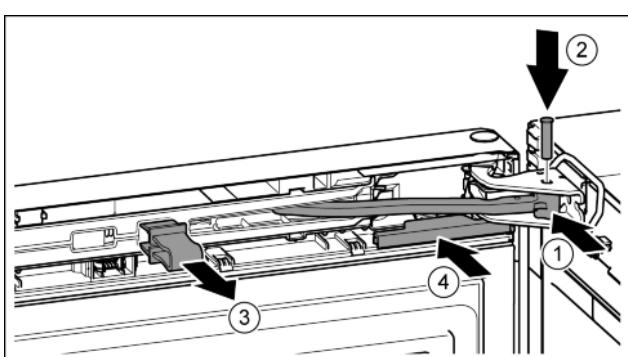

Fig. 25
- ▶ Завъртете шарнира в лагерната стойка. Fig. 25 (1)
- ▶ Поставете болта в лагерната стойка и шарнира. При това обърнете внимание на това, фиксиращата гърбица да е легнала правилно в жлеба. Fig. 25 (2)
- ▶ Свалете предпазителя. Fig. 25 (3)
- ▶ Нахлузете капака. Fig. 25 (4)